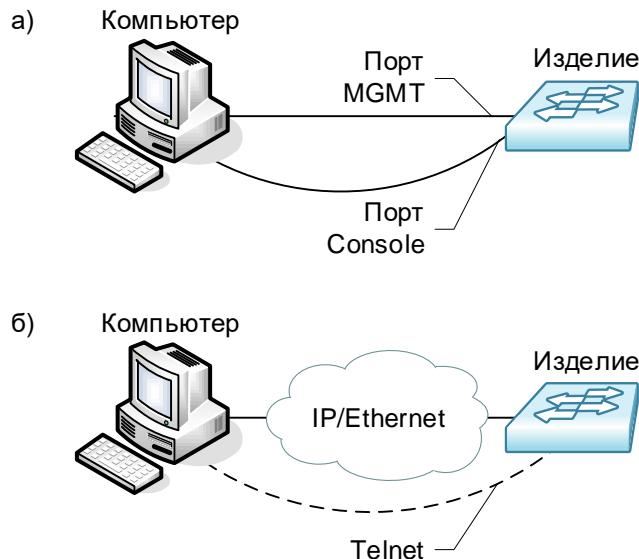

Рис. 6 - Примеры подключения изделия для сохранения и загрузки конфигурации или обновления программного обеспечения
2. Подключите один из портов изделия к сети. Примеры подключения показаны на Рис. 6.
2. Подключите один из портов устройства к сети. Примеры подключения показаны на Рис. 6.
1. Подключите компьютер, содержащий архив программного обеспечения, к коммутатору как показано на Рис. 6.